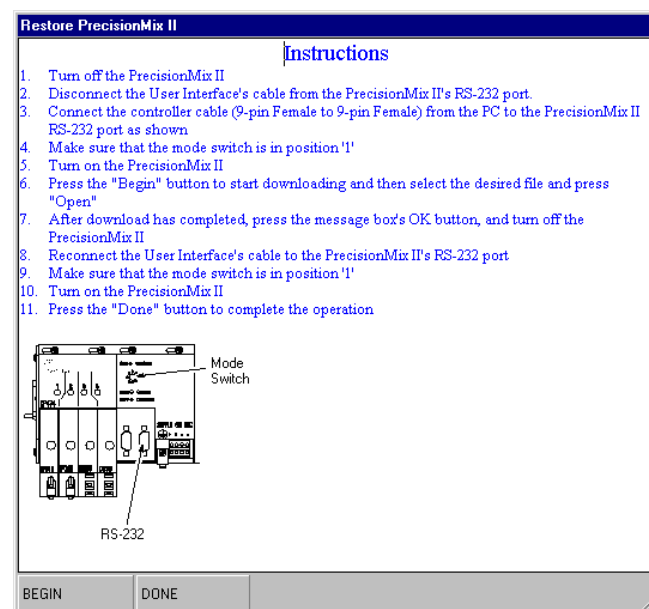

Fig. 13.14
2. Une fenêtre d'instructions pour la restauration du PrecisionMix II apparaîtra. Voir Fig. 13.14.
4. Appuyer sur le bouton DÉBUT dans la fenêtre d'instructions pour commencer la sauvegarde. Voir Fig. 13.14.